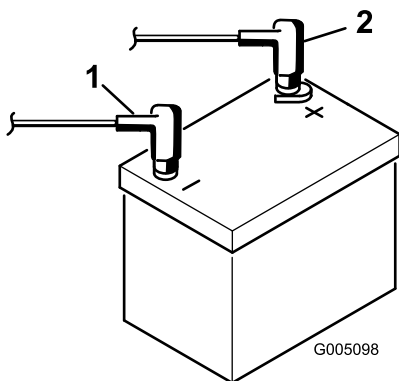

Bild 6
3. Befestigen Sie den Sitz, das Sitzseitenteil und die Sitzführungen mit den Sicherungsmuttern (5/16 Zoll) (Bild 6), die den losen Teilen beiliegen, an der
- Schließen Sie das Pluskabel der Batterie (rot) vom Startermagnet an den positiven Pol (+) der Batterie an (Bild 6). Ziehen Sie es mit einem Schraubenschlüssel an und überziehen Sie die Klemmen/Pole mit Vaseline. Achten Sie darauf, dass das Kabel nicht mit dem Sitz in Berührung kommt, wenn der Sitz ganz nach hinten gestellt ist, da das Kabel ansonsten abgenutzt oder beschädigt werden kann.